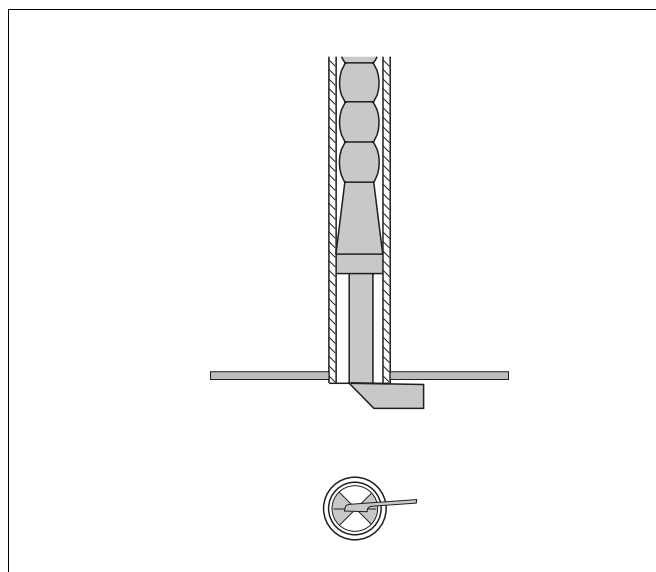

Рис. 49 Проверка турбуляторов
- Проверьте, чтобы стопоры турбуляторов прилегли на фронтальной стенке горизонтально к трубам дополнительных поверхностей нагрева (рис. 49).